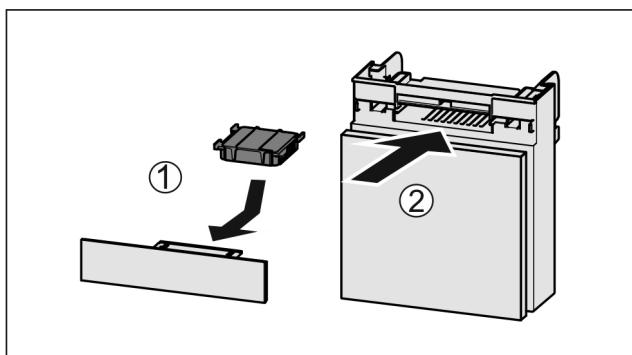

Fig. 171
- Вставити фільтр з активованого вугілля за малюнком Fig. 171 (1).
- Вставити відділення Fig. 171 (2).